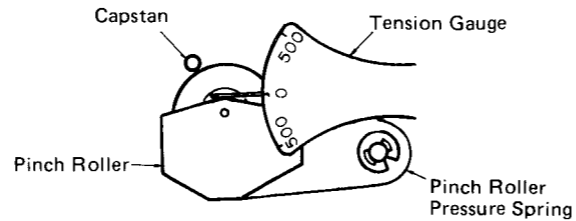

Figure 9-1
2. Push the pinch roller, at the point shown in Fig. 9-1, by using a tension gauge (500 gr.) so that it will come off the capstan. Then, release the tension slowly until the pinch roller hits the capstan again (i.e., the pinch roller is about to rotate again). Then check the tension gauge is reading 350 gr. to 420 gr.
2. Drücken Sie die Förderwalze mit einer Zuglehre (500 g.) an der in Abb. 9-1 gezeigten Stelle, so daß sich von der Antriebsrolle abnehmen läßt. Senken Sie dann langsam die Spannung bis die Förderwalze wieder die Antriebsrolle berührt (d.h. die Förderwalze läßt sich wieder drehen). Stellen Sie sicher, daß die Zuglehre zwischen 350 g und 420 g anzeigt.
2. Pousser le galet pinceur au point montré sur la Fig. 9-1 à l'aide d'une jauge de tension (500 g) de telle sorte qu'il se sépare du cabestan. Puis relâcher lentement la tension jusqu'à ce qu'il entre de nouveau en contact avec le cabestan (c'est-à-dire que le galet pinceur est sur le point de tourner de nouveau). Puis vérifier la lecture de 350 à 420 g de la jauge de tension.